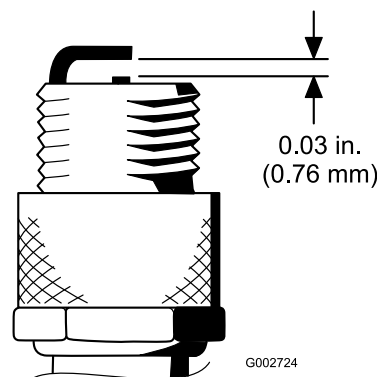

Figure 37
4. Réglez l'écartement entre les électrodes centrale et latérale à 0,76 mm (Figure 37).